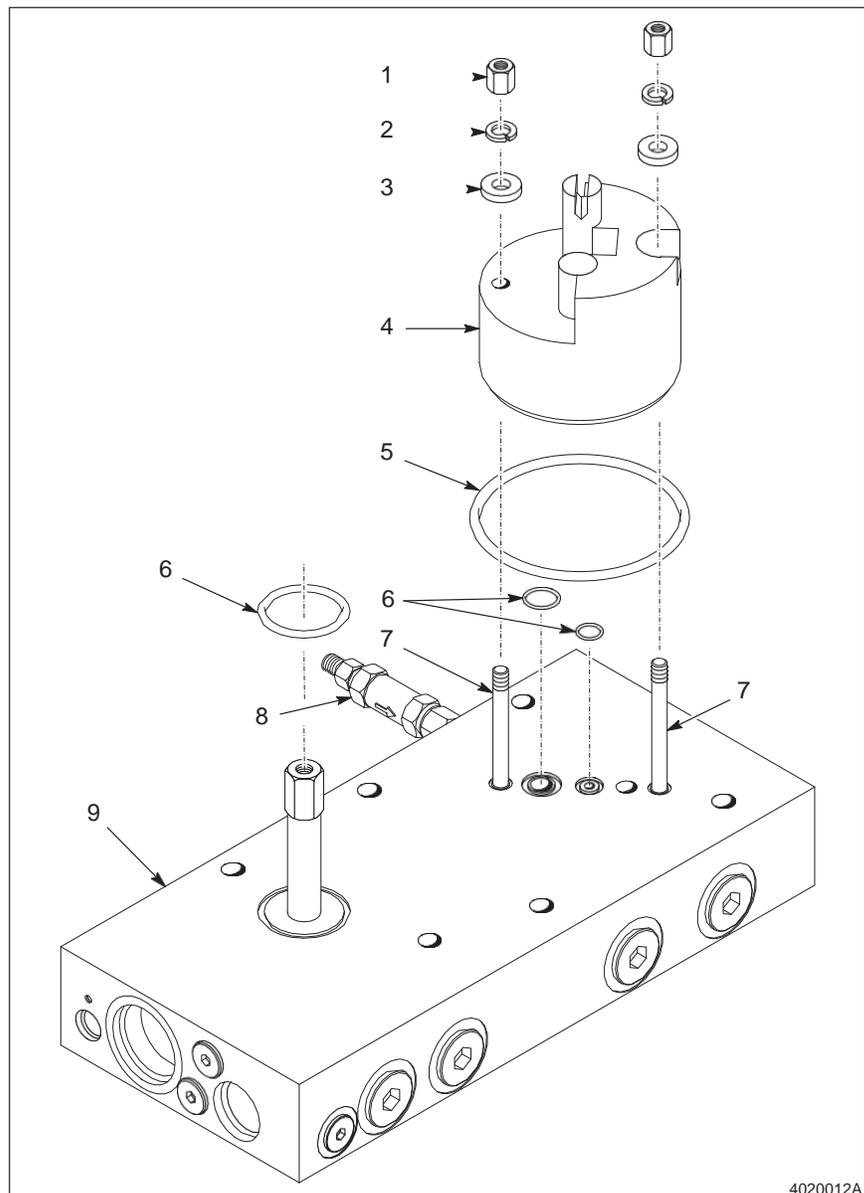

Fig. C 1-2 Substituição do Anel O da Bomba
6. Ver a Figura C 1-2. Desconectar a linha de gás da válvula de retenção da pressão do gás (8).
8. Apoiar o bloco do coletor (9) do fundo e remover os seis parafusos de cabeça sextavada do fundo do coletor. Remover o coletor do processador.
2. Ver a Figura C 1-2. Remover as duas porcas sextavadas (1) e as arruelas (2, 3) que seguram a bomba (4) no bloco coletor (9). Remover a bomba do coletor.
3. Remover o anel O da bomba (5) da bomba.
1. Ver a Figura C 1-2. Instalar o três novos anéis O do coletor (6).